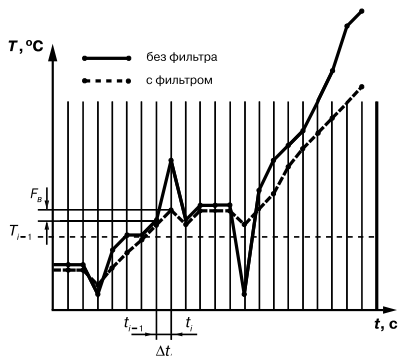

Рис. 4
3.1.4.4.2. Полоса цифрового фильтра позволяет защитить измерительный тракт от единичных помех и задается в единицах измеряемой величины. Если измеренное значение T_i отличается от предыдущего T_{i-1} на величину, большую, чем значение параметра F_B , то прибор присваивает ему значение равное $T_{i-1} + F_B$ (**рис. 4**). Таким образом характеристика сглаживается.
Как видно из **рис. 4**, малая ширина полосы фильтра приводит к замедлению реакции прибора на быстрое изменение входной величины. Поэтому при низком уровне помех или при работе с быстро-